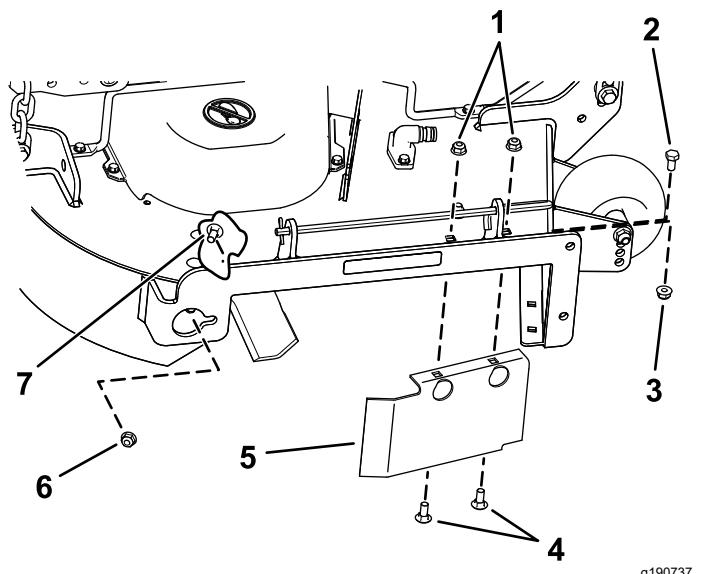

Bild 18
8. Entfernen Sie die Schlossschraube (5/16" x 3/4") und die Sicherungsmutter (5/16") an der Rückwand des Mähwerks, mit denen das Ablenkblech am Mähwerk befestigt ist (Bild 18).
9. Ermitteln Sie den Ablenkblechschutz an der vorderen Kante der Seitenauswurföffnung (Bild 18).
10. Entfernen Sie die Befestigungen, mit denen die Ablenkblechschutzvorrichtung und das rechte Ablenkblech am Mähwerk befestigt sind (Bild 18).
- 13. Bringen Sie die Befestigungen an, die Sie vorher aus den vorderen Löchern in der Auswurfplatte und dem vorderen Loch am Mähwerk entfernt haben (Bild 18).